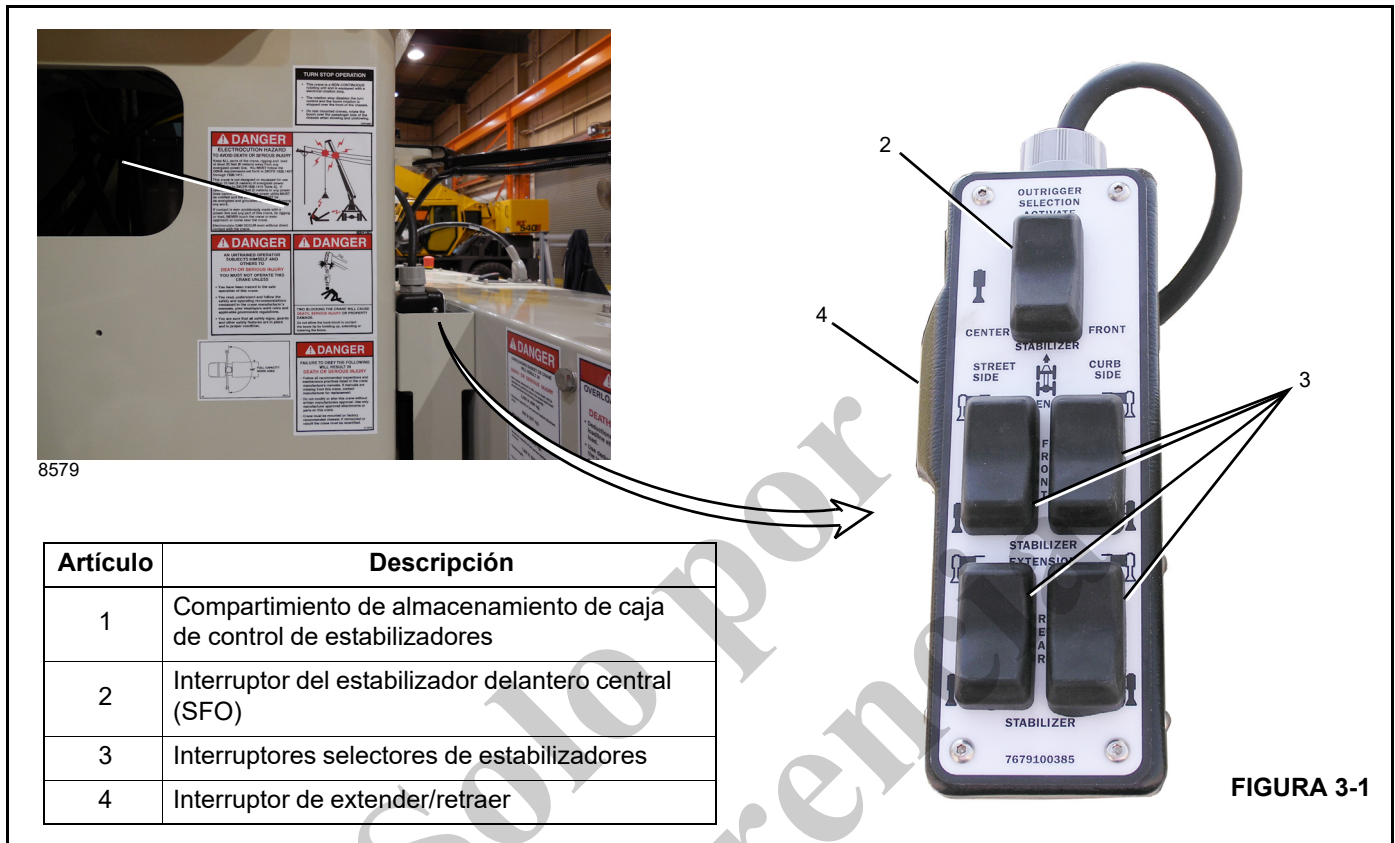

FIGURA 3-1
La caja de control de estabilizadores portátil (13) se almacena en un compartimiento ubicado en la parte delantera de la estación de la consola de control (Figura 3-1) y se usa para controlar los estabilizadores.